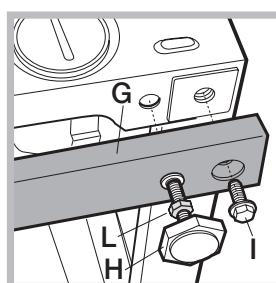

Abb. 11
2 Querstrebren (G); 4 Stellfüße (H); 4 Schrauben (I); 4 Schraubenmuttern (L), Verfahren Sie hierzu wie folgt (Abb. 11):